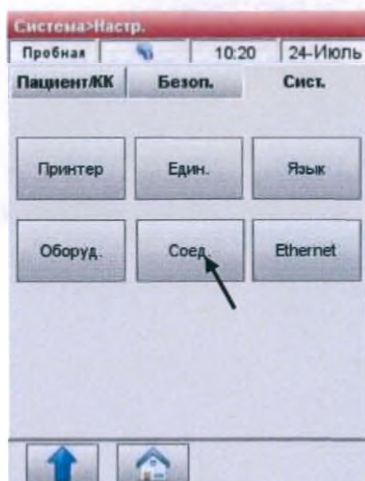

Рис.3-85 Соединение
2. В меню **<Система Настройки>** нажмите **<Система>** и затем **<Соединение>** (Рис.3-85).